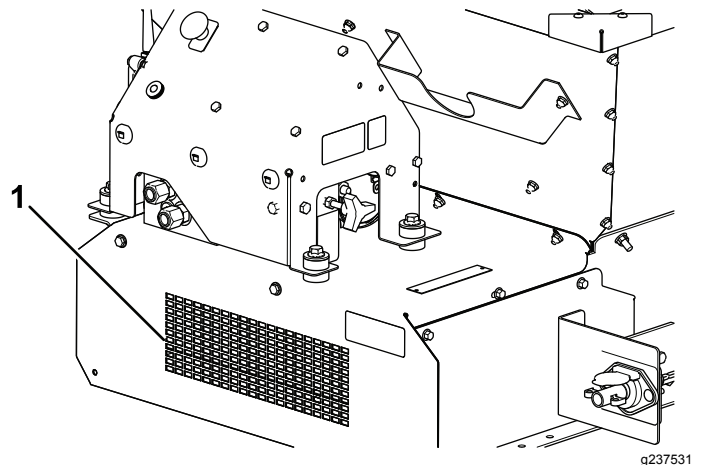
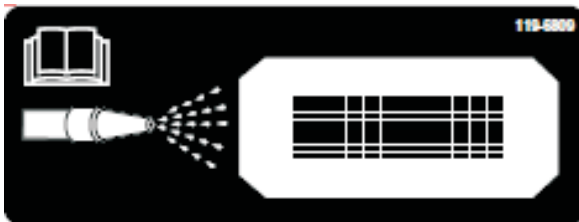

Figura 58
Figura 57
10. Localize o autocolante de limpeza na parte da frente da máquina (Figura 57), utilizando uma mangueira de jardim, pulverize a grelha de proteção frontal até que o painel inferior esteja totalmente livre de material (Figura 58).